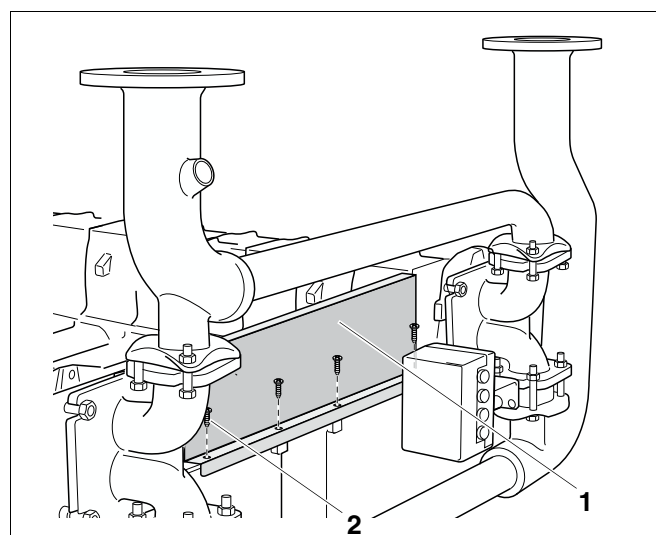

Рис. 35 Установка передней стенки и средней части
- Установить переднюю стенку (рис. 35, поз. 1) на гайки с защелкой и нетуго закрепить четырьмя винтами 4,8 x 22 (рис. 35, поз. 2).
- Крепко затянуть четыре винта 4,8 x 22 на передней стенке (рис. 35, **поз. 2**, стр. 35).